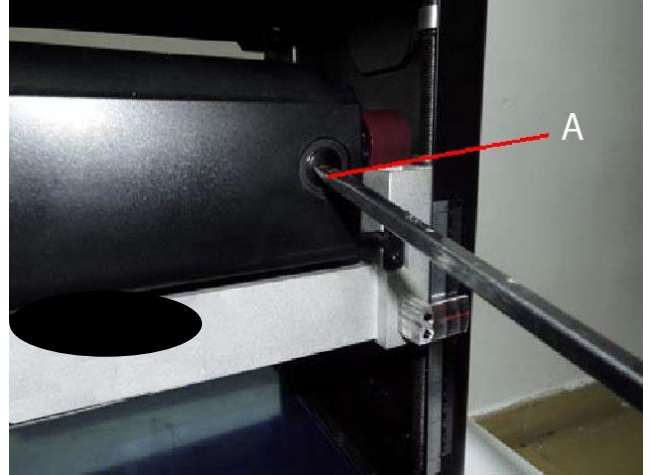

Рис. 14
1. Снимите держатели щеток, один из которых показан как (А). Другой расположен в том же положении на задней стороне двигателя. Держатель щетки можно снять с помощью шлицевой отвертки. См. Рис. 14